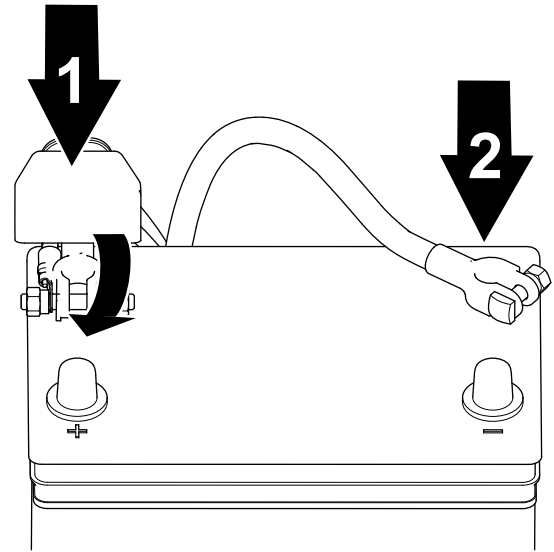

Figure 47
2. Branchez le câble négatif de la batterie et serrez l'écrou du collier de la batterie (Figure 47).
1. Branchez le câble positif de la batterie et serrez l'écrou du collier de la batterie (Figure 47).